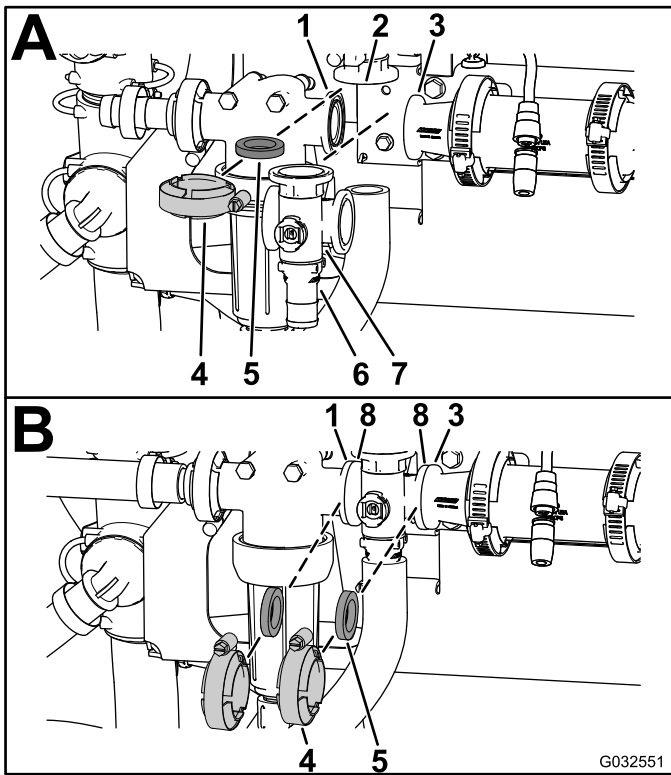

Figura 111
1. Alinee la brida de la válvula de desvío de agitación, una junta y la brida del conector de extremo del distribuidor de la válvula agitación (A de Figura 111).
2. Monte la válvula de desvío de agitación, la junta y el distribuidor de la válvula de agitación con una abrazadera apretada a mano (A de Figura 111).
3. Asegure la conexión rápida al acoplamiento de desvío insertando una horquilla de retención en el acoplamiento de desvío (A de Figura 111).
4. Alinee una junta entre las bridas de la cabeza del filtro de presión y el distribuidor de la válvula de agitación (B de Figura 111).
5. Monte la cabeza del filtro de presión, la junta y el distribuidor de la válvula de agitación con una abrazadera apretada a mano (B de Figura 111).
6. Alinee una junta entre las bridas del distribuidor de la válvula de agitación y el racor reductor (B de Figura 111).
7. Monte el distribuidor de la válvula de agitación, la junta y el racor reductor con una abrazadera apretada a mano (B de Figura 111).